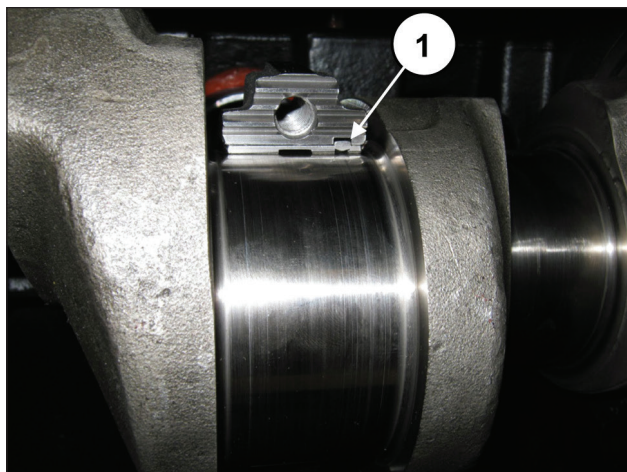

Fig. 68
Para uma montagem correta dos semi-rolamentos, certifique-se de que a lingueta de referência dos semi-rolamentos esteja posicionada na caixa adequada sobre a semi-haste (pos. ①, Fig. 68).